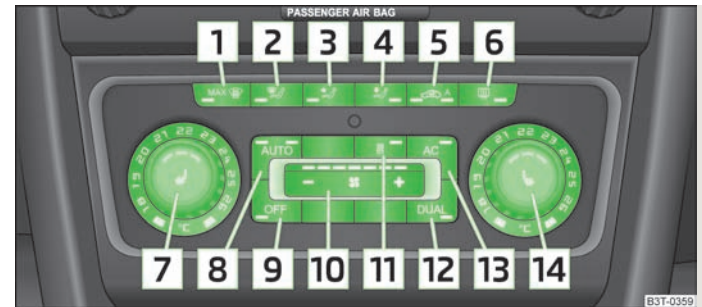

Abb. 109 Climatronic: Bedienelemente
- Die Taste (AUTO) » Abb. 109 drücken.
- Wenn die Frontscheibe beschlägt, dann die Taste   » Abb. 109 drücken. Nachdem die Frontscheibe beschlagsfrei ist, die Taste  drücken.
- Die Taste  » Abb. 109 drücken.